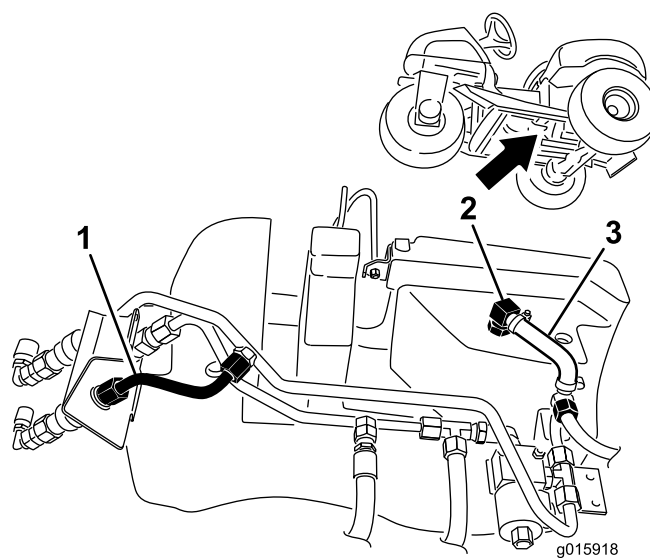

Figura 8
1. Scollegate il tubo idraulico corto dal raccordo di accoppiamento e dal foro per tubo idraulico (Figura 8).
2. Rimuovete il flessibile sagomato piccolo scollegandolo dal raccordo a gomito piccolo sul serbatoio idraulico e dal tubo idraulico piccolo (Figura 8). Conservate le fascette e scartate il flessibile.
3. Rimuovete il raccordo a gomito piccolo dal serbatoio idraulico (Figura 8).